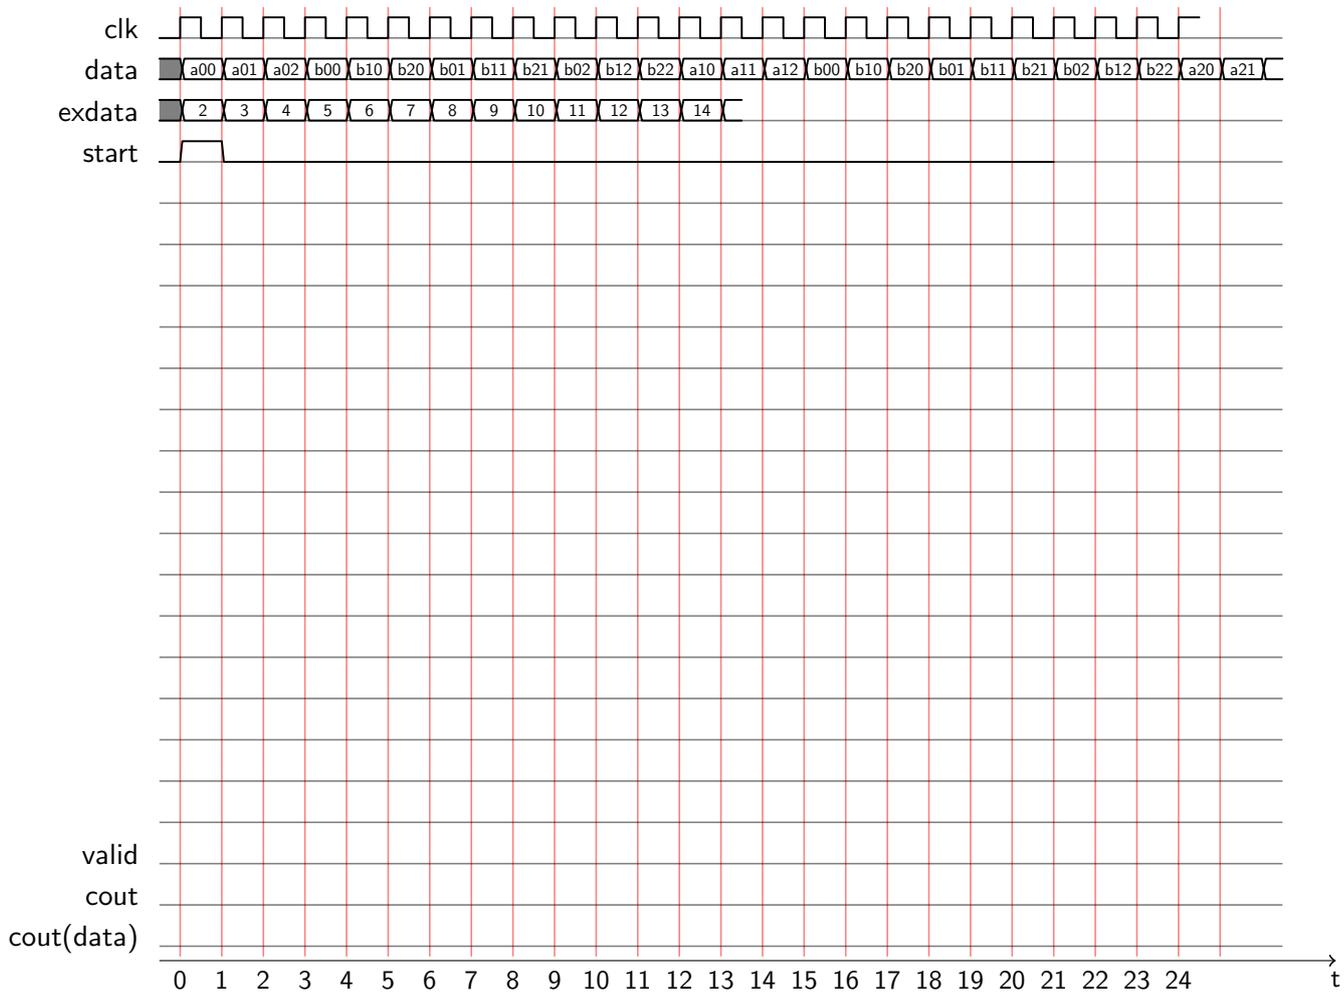

Abbildung 1: Timingdiagramm zur Matrixmultiplikation
- c) Um den Speichertakt zu reduzieren sollen in drei 16 Bit Registern r0, r1, r2 die drei Elemente einer Zeile der A Matrix zwischengespeichert werden. Das Timing der Eingangsdaten ist in Abbildung 1 dargestellt.